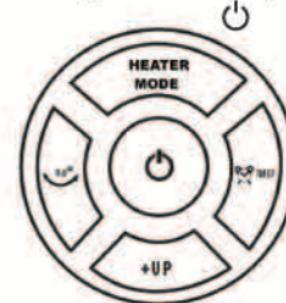

Рис. 1
8. Для отключения прибора нажмите кнопку ON/OFF “” (ВКЛ/ВЫКЛ)(Рис. 1).